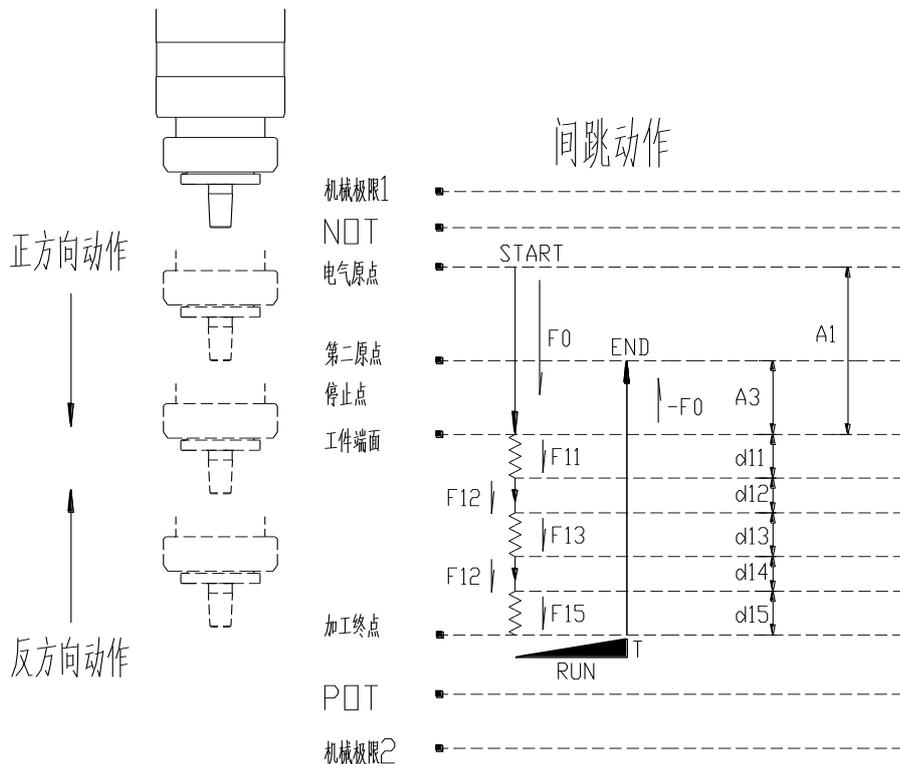

图 10-3 间跳模式动作图
(1) CHOOSE1 信号为 OFF、CHOOSE2 信号为 ON 时间跳模式被选择, POS10K 信号此时为 OFF、POS20K 信号此时为 ON。
(2) 周期开始后伺服驱动器输出 RUN 信号, 间跳模式时 (图 10-3): 初期马达以 F0 (P7. 01) 为速度正方向前进 A1 (P7. 02) 行程, 至工件表面时马达以 F11 (P7. 19) 为切削速度时的转速, 切削加工 d11 (P7. 14) 行程, 再以 F12 (P7. 20) 为切削速度时的转速, 切削加工 d12 (P7. 15) 行程, 直至 d15 (P7. 18) 段完成后驻停, 延时 T0 (P7. 08) 后以 -F0 为速度反向动作 d11+d12+d13+d14+d15+A3 (P7. 14+P7. 15+P7. 16+P7. 17+P7. 18) 距离, 回到第二原点, 加工周期完成, 伺服输出信号 END, 此时 RUN 信号停止输出。第二周期初期马达还是以 F0 (P7. 01) 为速度正方向前进, 行程从第一周期时的 A1 (P7. 02) 变为 A3 (P7. 04)。